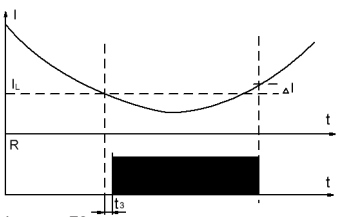

Рис.2 Функция F2
**Реле минимального тока (функция F2 рис. 2).**